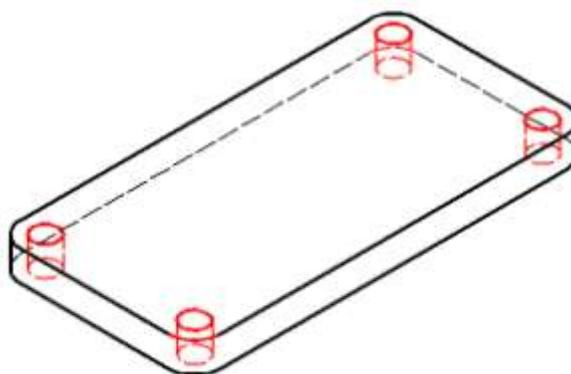

Рис. 114
11. Построить отверстия в основании из меню **Деталь** или контекстного меню **Типовые элементы** ⇒ **Отверстия** ⇒ **Размещение концентрическое** Ø10 (рис. 114).